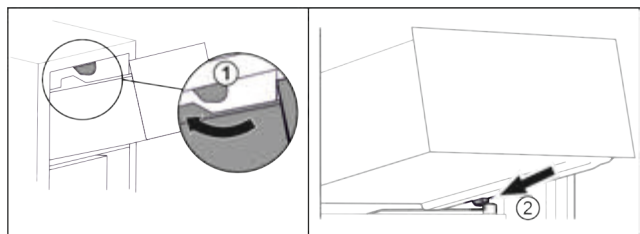

Fig. 61
► Обвести висувний ящик навколо верхнього стопора. Fig. 61 (1)
► Встановити висувний ящик за нижніми стопорами на ребро для резервуару навскоси. Fig. 61 (2)